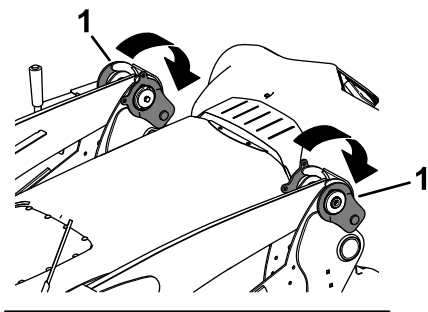

図 56
7. 各ローダーアームのラッチを降ろしてアームをロックし、ラッチのロックを掛ける 図 56。